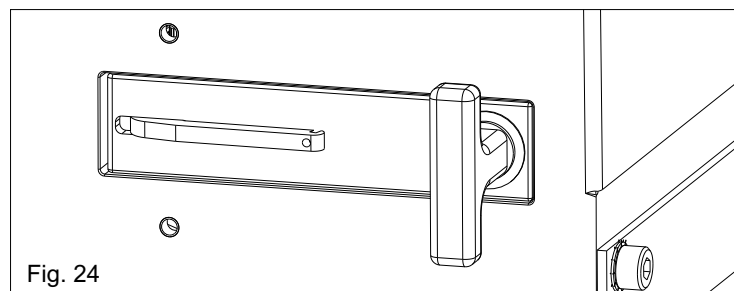

Fig. 24
- Pousser le levier de déverrouillage jusqu'à la complète fermeture (Fig.24).